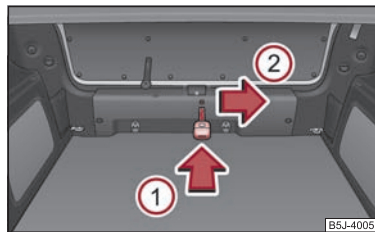

Fig. 30 Descuiera de urgență a capacului portbagajului
- Cu un obiect subțire, de exemplu, cu o șurubelniță, apăsați maneta de acționare până la limită în sensul indicat de săgeata ① ⇒ pagina 40, fig. 30 și descuiati în sensul indicat de săgeata ②.